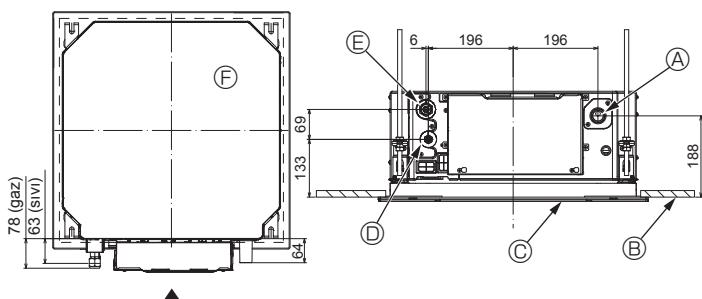

Fig. 3-1
3.1. İç ünitedeki soğutucu ve drenaj borularının konumları (Fig. 3-1)